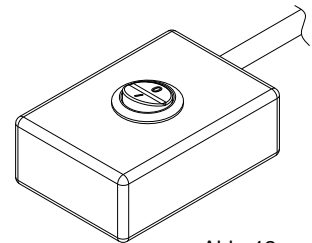

Abb. 12
6. In das Fahrzeug einsteigen, das Fahrzeug vorwärts fahren und die elektrische Kupplung mithilfe des Schalters einschalten (Abb. 12).
1. Während der Fahrt die elektrische Kupplung mithilfe des Schalters ausschalten (Abb. 12).